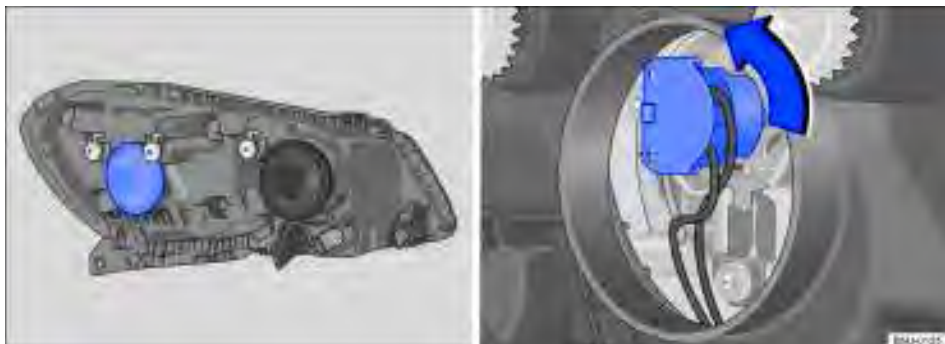

Fig. 176 No compartimento do motor (variante 1): localização e soquete da lâmpada incandescente do farol baixo.
3.	Remover a cobertura de borracha na parte traseira do farol ⇒ Fig. 176.